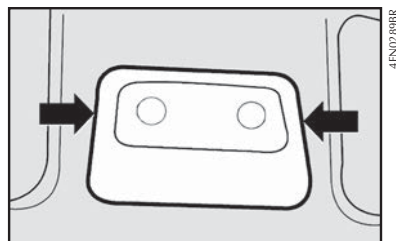

fig. 41
- Com uma chave de fenda nos pontos indicados **fig. 41**, remover o conjunto da luz interna montada a pressão pelas travas.